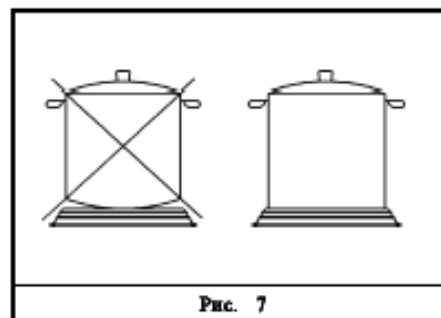

Рис. 7
- Следует использовать кастрюли с плоским и толстым дном (см. рис. 7).